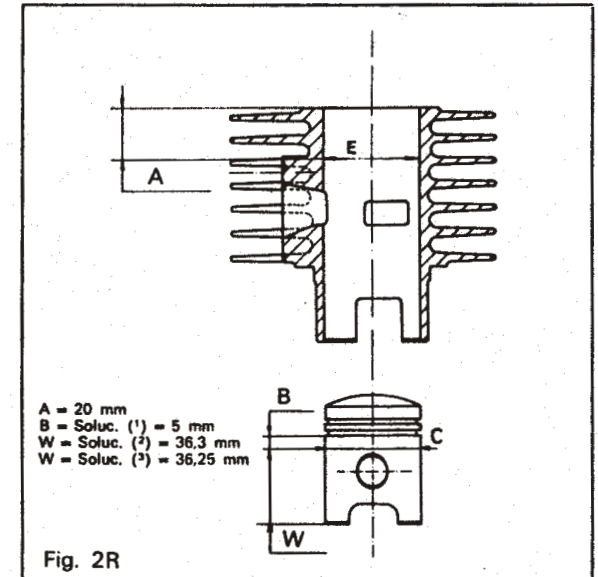

Fig. 2R
Nota.—El juego de montaje, indicado para la solución (3), así como la cota «W» (fig. 2R), pertenece a la marca PISTON-FISA.